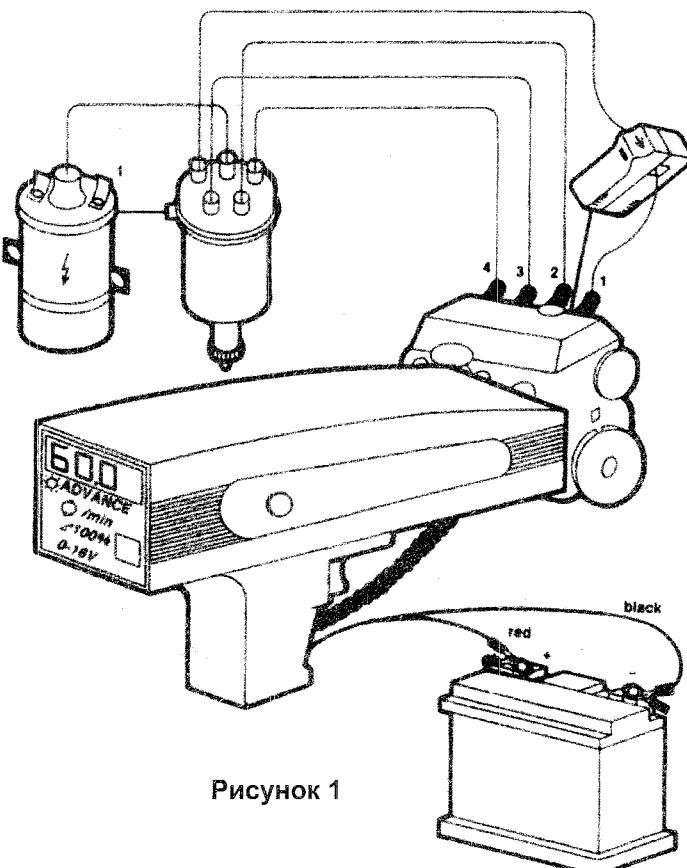

Рисунок 1
Питание стробоскопа осуществляется непосредственно от аккумуляторной батареи. Подсоедините красный зажим к положительному (+) контакту, а черный зажим к отрицательному (-) контакту. (См. Рисунок 1)
- Подсоедините красный зажим к положительному (+) контакту батареи, а черный зажим – к отрицательному (-). (См. рисунок 1.)